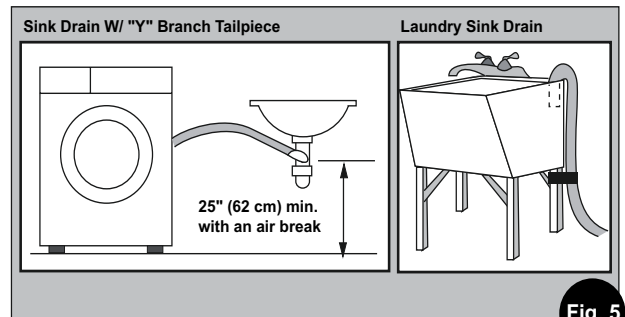

Fig. 5
**Décharge sous évier :** le raccordement au système d'évacuation du bac doit se trouver au-dessus du siphon (Fig. 5). Lorsque la décharge est encastrée dans des parois ou des murs, utilisez un matériau de protection (ruban isolant ou adhésif en toile) pour couvrir les bords tranchants susceptibles d'endommager la conduite. Utilisez un système de fixation adapté pour raccorder la décharge à la bifurcation ou au broyeur. En présence d'une décharge sous évier, vous pouvez effectuer le raccordement directement aux éléments suivants :